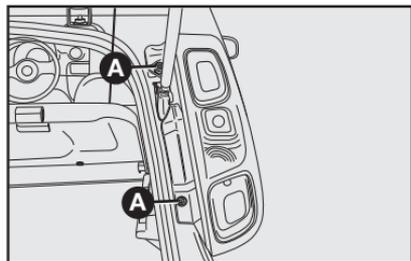

fig. 17
5) recolocar o grupo ótico da lanterna, apertando os parafusos **A-fig. 17**.